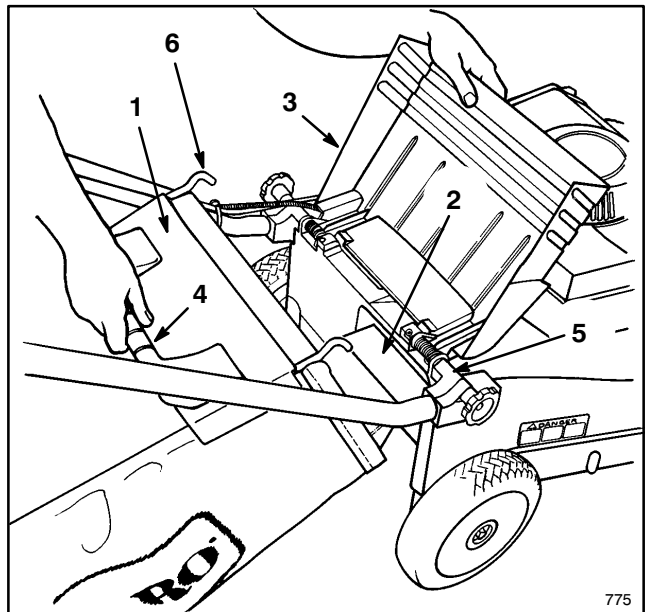
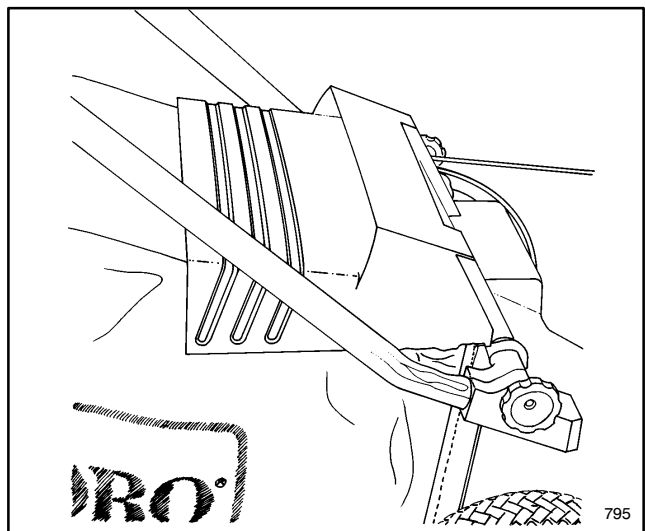

Abbildung 12
Abbildung 13
2. **MONTAGE DES SACKS** — Die Auswurfklappe anheben, den Ansatz des Sacks in die Auswurföffnung schieben und den Sackrahmen auf den Haltebolzen am Gehäuse schieben (Abb. 12). Die Auswurfklappe soll auf der Oberseite des Sacks aufliegen (Abb. 13).